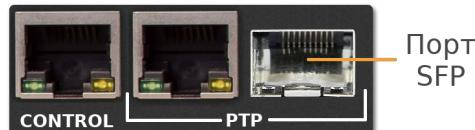

Рис. 5. Сетевые интерфейсы
Подсоединение генератора опорных видеосинхросигналов PSGP-2059(RR) к локальной сети осуществляется кабелями Ethernet (UTP) (рис. 5). Возможно использование как экранированного Ethernet-кабеля, так и неэкранированного, категории 5 или выше, совместимого со стандартом 100/1000BaseT или 100/1000BaseTX. Длина кабеля не должна превышать 100 метров.
Для подключения по оптоволоконной линии установите SFP-модуль в порт SFP генератора (рис. 5). Никаких дополнительных настроек в web-конфигураторе устройства выполнять не нужно.
Индикатор **LINK PTP** на лицевой панели (рис. 1) горит зелёным цветом, если обнаружено соединение между портом PTP (рис. 5) и другим устройством.
В поле PTP GM отображается идентификатор текущего PTP-мастера в сети. Идентификатор по сути является MAC-адресом сетевой карты устройства PTP Master (GM). При использовании устройства в режиме GNSS-синхронизации устройство само является PTP-мастером, и в поле идентификатора отображается MAC-адрес сетевой карты PTP (рис. 5, б).